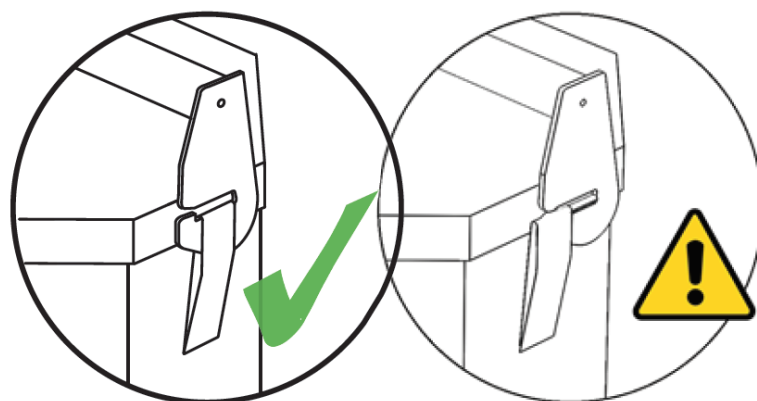
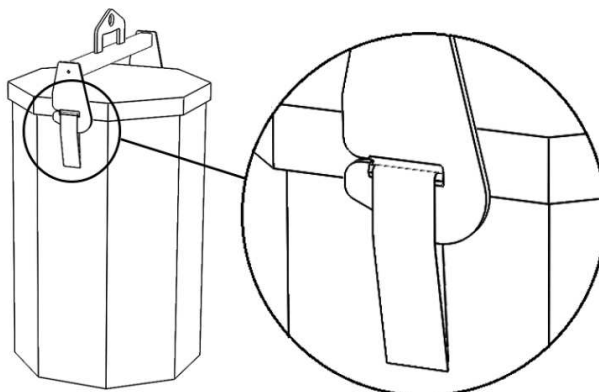

Fig. 1
Fig. 2
- Sussiste il rischio di sgancio accidentale se il bilancino e le cinghie non sono correttamente allineati durante il sollevamento. Fig. 1
4. Il bilancino di sollevamento deve essere installato come mostrato in Fig. 2
5. Assicurarsi che le cinghie di sollevamento siano correttamente agganciate su entrambi i lati e che restino nei ganci durante il sollevamento dei fusti ESAB MARATHON PAC™. Vedere la Fig. 2 per l'uso corretto e la Fig. 1 per l'uso errato